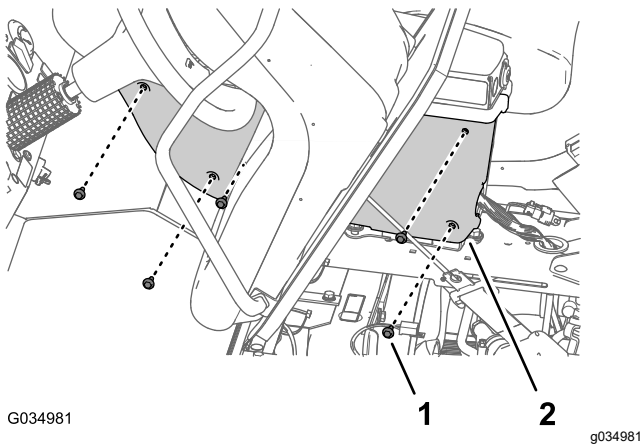

Figure 103
7. Fixez le couvercle sur la console centrale à l'aide des 5 boulons à embase ($\frac{1}{4} \times \frac{3}{4}$ po) retirés précédemment (Figure 103), et serrez les boulons à un couple de 5,20 à 6,78 N·m (46 à 60 po-lb).